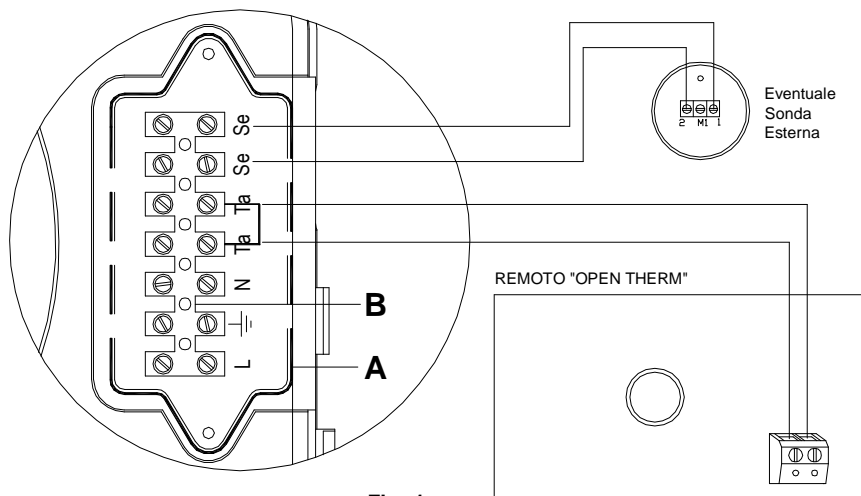

Fig. 1
- svitare le viti e rimuovere il piastrino A (vedi fig. 1).;
- c. svitare le viti e rimuovere il piastrino A (vedi fig. 1).